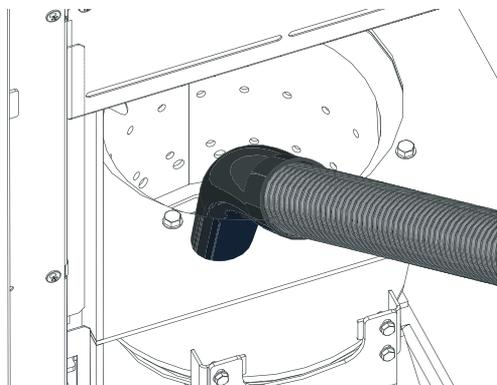

Fig. 58 Aspirer aussi les cendres du tube d'air primaire au milieu du creuset de brûleur
- ▶ Aspirer les résidus de combustion du creuset de brûleur avec un aspirateur. Aspirer aussi les cendres du tube d'air primaire (au milieu du creuset de brûleur) – Fig. 58.
- ▶ Avant la mise en service de la broche d'air primaire, aspirer à nouveau le tube d'air primaire au milieu du creuset du brûleur. – Fig. 58. Aucun résidu ne doit se trouver dans le tube (risque d'endommagement de l'élément d'allumage!).